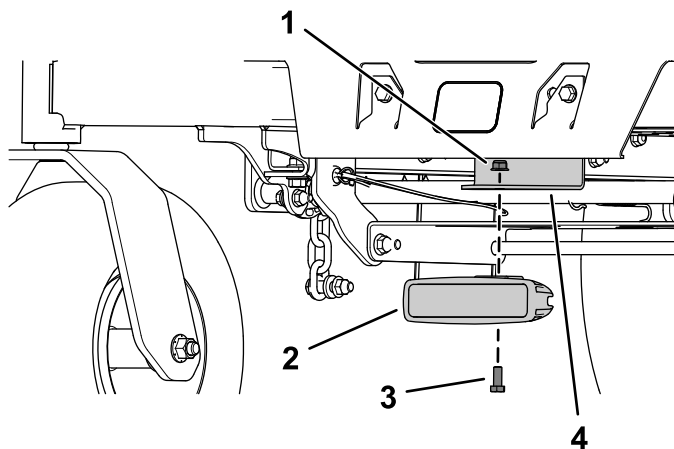

Figure 4
4. Fixez l'éclairage à LED sur son support à l'aide du boulon à tête hexagonale (5/16" x 3/4") et de l'écrou à embase (5/16"), comme montré à la Figure 4.